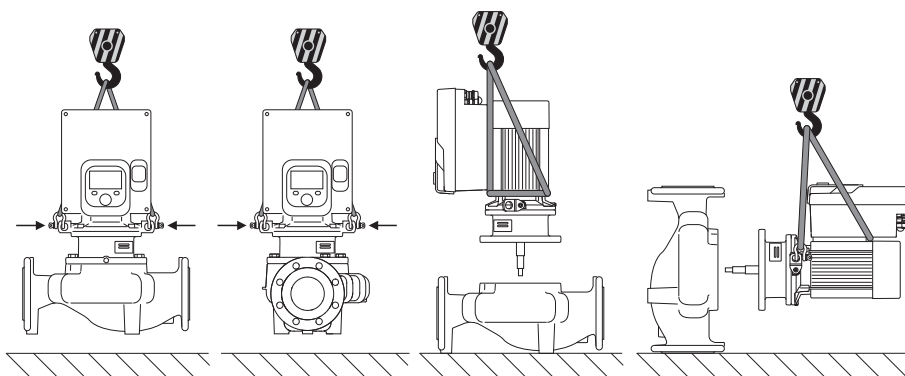

Fig. 6: Směr zdvihnutí samostatného čerpadla
Čerpadlo se smí přepravovat jen pomocí schválených manipulačních prostředků (např. kladkostroj, jeřábem apod.). Manipulační prostředky musí být připevněny k přepravním okům, která jsou k dispozici na přírubě motoru. V případě potřeby zasuňte zvedací smyčky pod desku adaptéru (Fig. 6/7). Zajistěte čerpadlo proti převrácení.
2. Smontovanou jednotku (Fig. 4) upevněte za účelem zajištění na přepravní oka pomocí vhodných zvedacích prostředků. Aby se jednotka nepřevrátila, upevněte kolem motoru a adaptéru elektronického modulu smyčku pásu dle Fig. 6. Při připevňování se vyhněte poškození elektronického modulu.